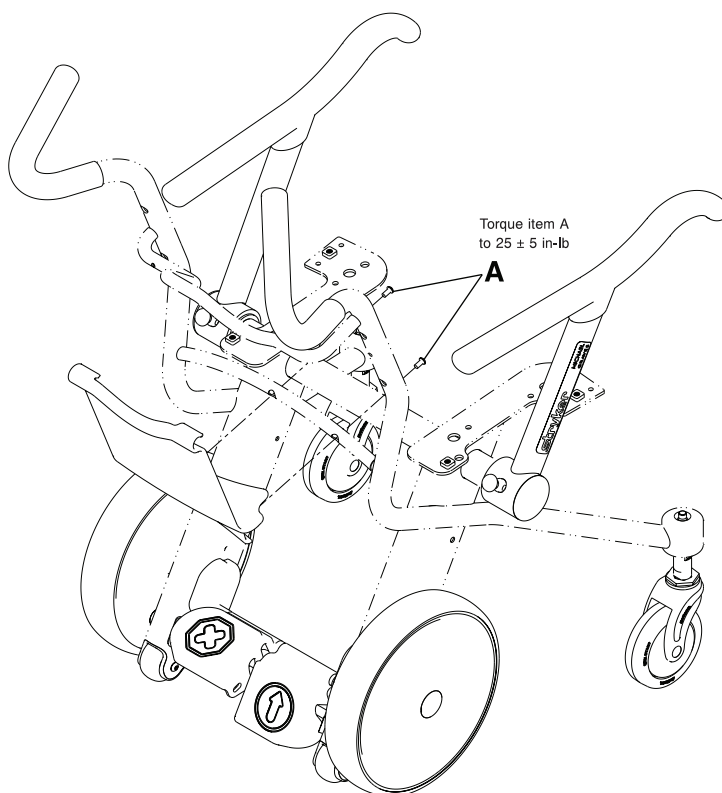

Figura 5-22: Substituição do suporte de fichas clínicas
3. Com uma chave sextavada de 5/32", retire os dois parafusos de cabeça cilíndrica (A) que fixam a parte inferior do suporte de fichas clínicas à estrutura da cadeira (Figura 5-22 na página 5-40). Guarde os parafusos. Quando voltar a instalar os parafusos, utilize uma chave dinamométrica de 3/8" para apertar os parafusos até  $25 \pm 5$  in-lb ( $2,8 \pm 0,6$  Nm).